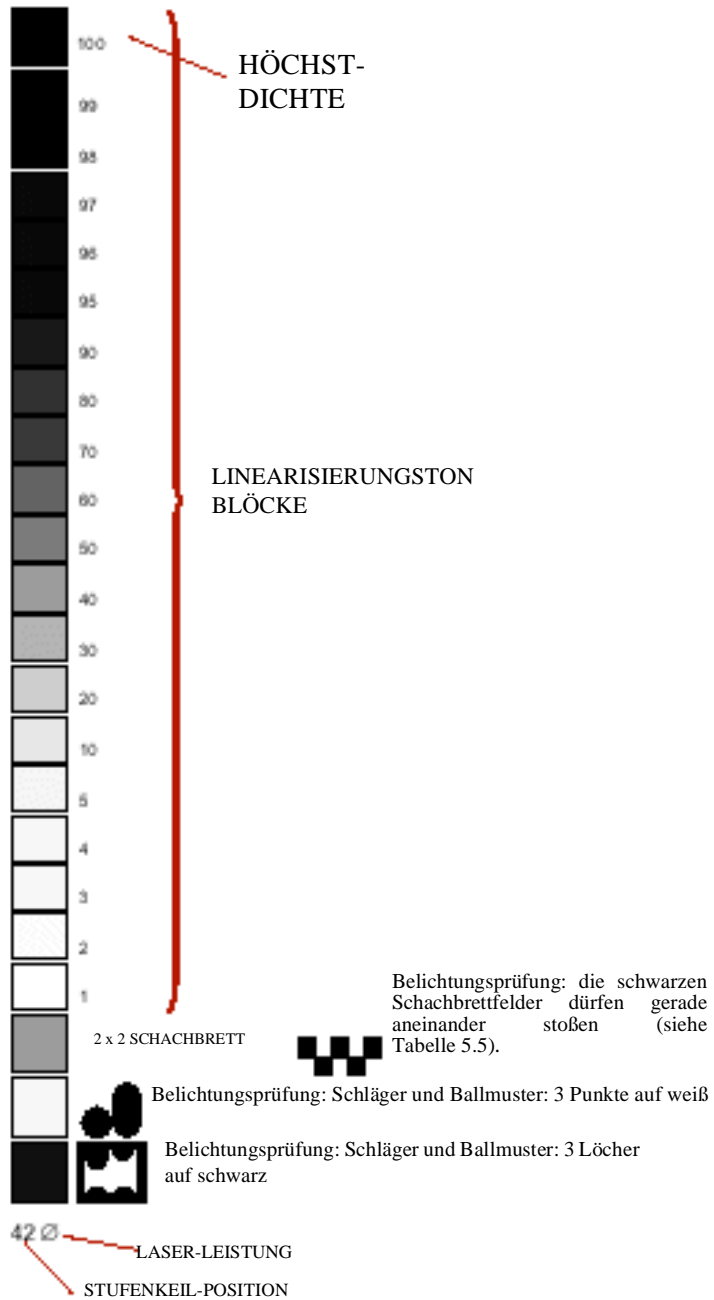
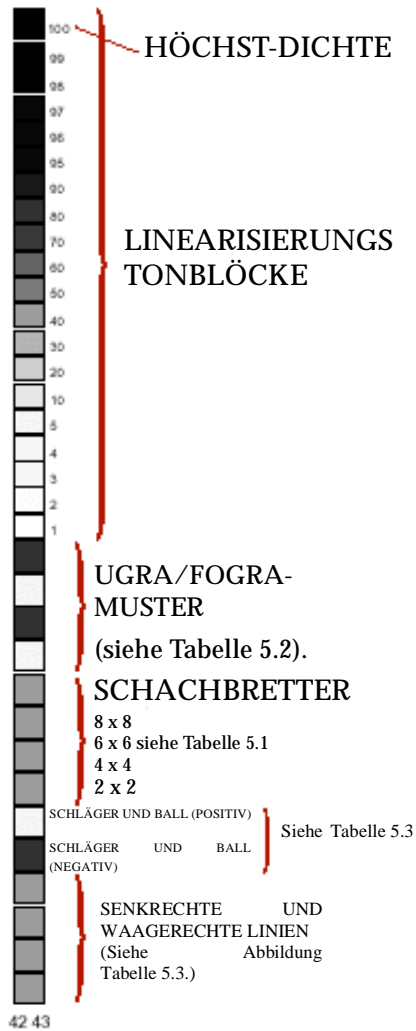

Abbildung 5.1 Kalibrierungsbild für Laserleistung und Linearisierung unter Benutzung konventioneller Rasterung auf Film
Abbildung 5.4 Kalibrierungsbild für Laserleistung und Linearisierung unter Verwendung von FM-Screening auf Papier oder Platte
Siehe Abbildung 5.1 bis Abbildung 5.4. Jedes mögliche Kalibrierungsbild umfasst eine Reihe von Streifen von 1-cm-Quadratfarbblöcken, wobei jeder Streifen eine Reihe von Farbblöcken zwischen 1 % (Mindestdichte) und 100 % (Dmax) für eine bestimmte Neutraldichtestufenkeilposition auf dem Recorder aufweist. Die Farbtonblöcke im Bereich von 95 und 98% werden für die Prüfung von Tieflicht benutzt. Es stehen auch einige UGRA/FOGRA-Musterblöcke zur Verfügung. Die beste Belichtung wird erreicht, wenn alle diese Muster richtig sind, wie in den entsprechenden Testbildern, siehe Abbildung 5.1 bis Abbildung 5.5, angezeigt.
10. Notieren Sie die Nummer des Streifens, dessen 100%-Block eine Dichte aufweist, die Ihrem gewünschten DMax-Wert am nächsten kommt, und dessen UGRA/FOGRA-Musterblöcke den richtigen Musterblöcken am ähnlichsten sind, die in Abbildung 5.1 bis Abbildung 5.4 angegeben wurden. Geben Sie die Zahl dieses Streifens in das Feld **Best Wedge Position** ein.